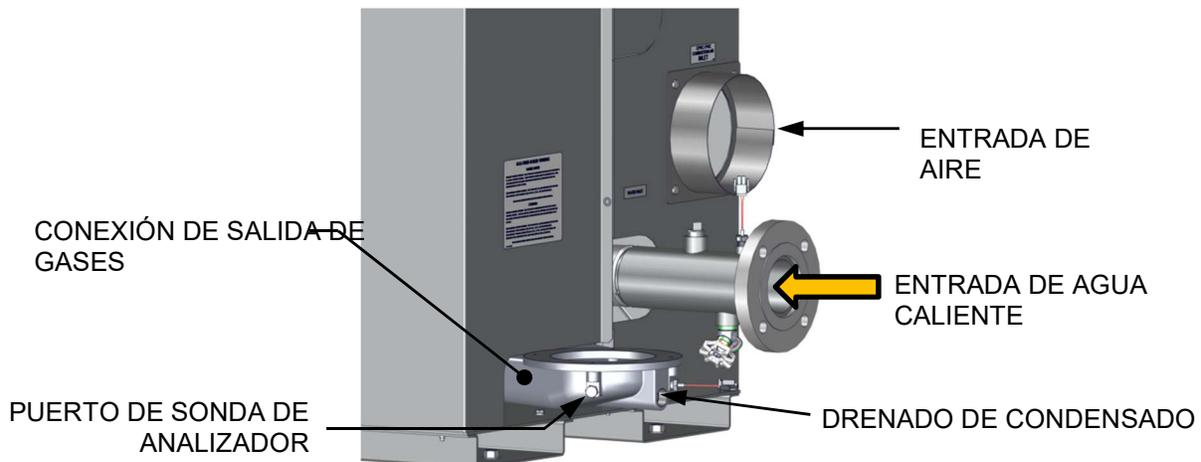

Figura 4-2a: Ubicación del puerto de la sonda del analizador en BMK 750 y 1000
La unidad cuenta con un puerto de 1/4" NPT en uno de los costados del tubo de salida de gases, como se muestra en la Figura 4-2a y 4-2b. Prepare el puerto para la sonda del analizador de combustión como se muestra a continuación.
1. Consulte la Figura 4-2a o 4-2b y retire el tapón NPT de 1/4" de la conexión de salida de gases.
18. Cuando la posición de la válvula esté en 100% introduzca la sonda del analizador de combustión en la apertura para la sonda en la conexión de salida de gases (ver Figura 4-2a o 4-2b en la Sección 4.2.3) y espere el tiempo suficiente para que la lectura del